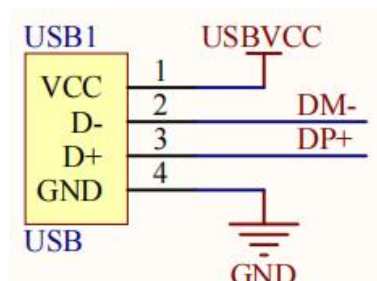

图 2-16 USB-A口连接图
开发板装有USB-A口，用于可接U盘、鼠标等作用，在⑤中介绍过利用FE8.1分线器芯片分成三路，其中一路就是连接USB-HUB口，USB A口原理图如图2-16所示，DM-\DP+连接FE8.1。